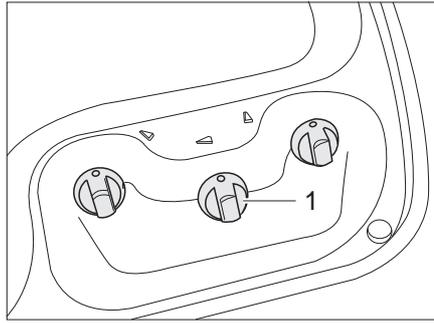
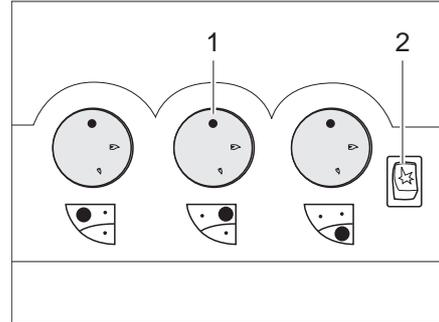

Bild 225 Bedienelemente für Gaskocher (Variante 1)
Bild 226 Bedienelemente für Gaskocher (Variante 2)
- Drehregler (Bild 225,1 oder Bild 226,1) der gewünschten Brennstelle auf Zündposition (große Flamme) drehen.
- Wenn eine Zündtaste (Bild 226,2) vorhanden ist: Funke durch Drücken der Zündtaste erzeugen.